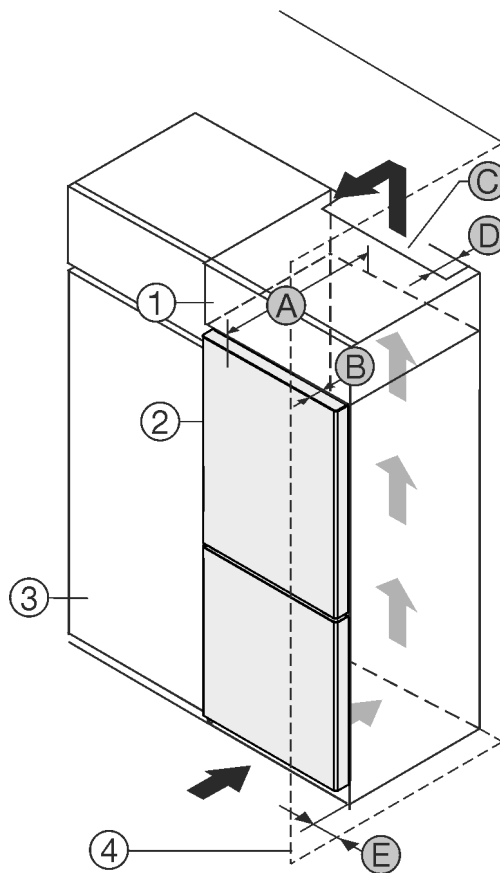

Fig. 1
Пристрій встановити безпосередньо поряд із кухонною шафою Fig. 1 (3)\*
Зі зворотного боку шафи для встановлення на пристрої слід передбачити вентиляційну шафу завглибшки Fig. 1 (D) на всю ширину цієї шафи.\*
Слід дотримуватись вентиляційного отвору Fig. 1 (C) в стелі приміщення.\*
Якщо пристрій із шарнірами встановлюється поряд зі стінкою Fig. 1 (4), відстань між пристроєм та стінкою повинна бути не менше 13 мм.\*
Якщо пристрій із шарнірами встановлюється поряд зі стінкою Fig. 1 (4), відстань між пристроєм та стінкою повинна бути не менше 20 мм.\*
Щоб мати можливість повністю відкривати дверцята, потрібно, щоб пристрій стояв на відстані глибина дверей Fig. 1 (B) відносно передньої панелі кухонної шафи. Залежно від глибини кухонних шаф Fig. 1 (3) та використання пристінних розпірок пристрій може ще більше видаватися вперед.\*